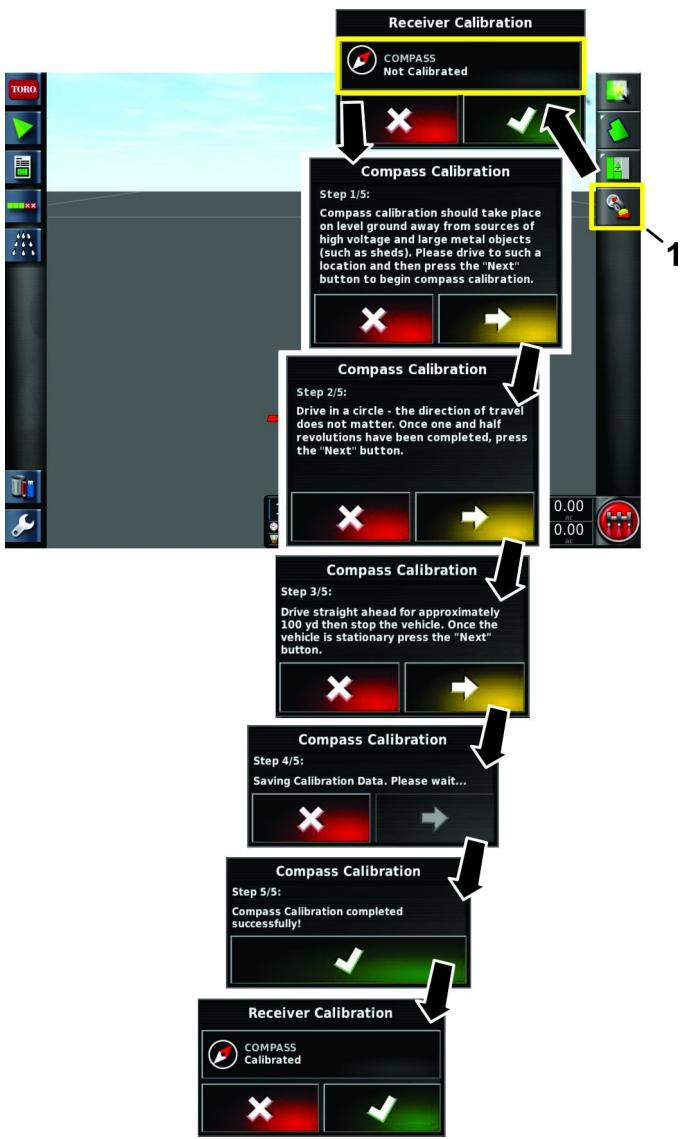

Figura 73
1. Seleccione el ícono Receiver calibration (Calibración del receptor) (Figura 73).
2. Seleccione el ícono de brújula (Figura 73).
4. Pulse el ícono de siguiente (Figura 73).
6. Confirme la calibración (Figura 73).